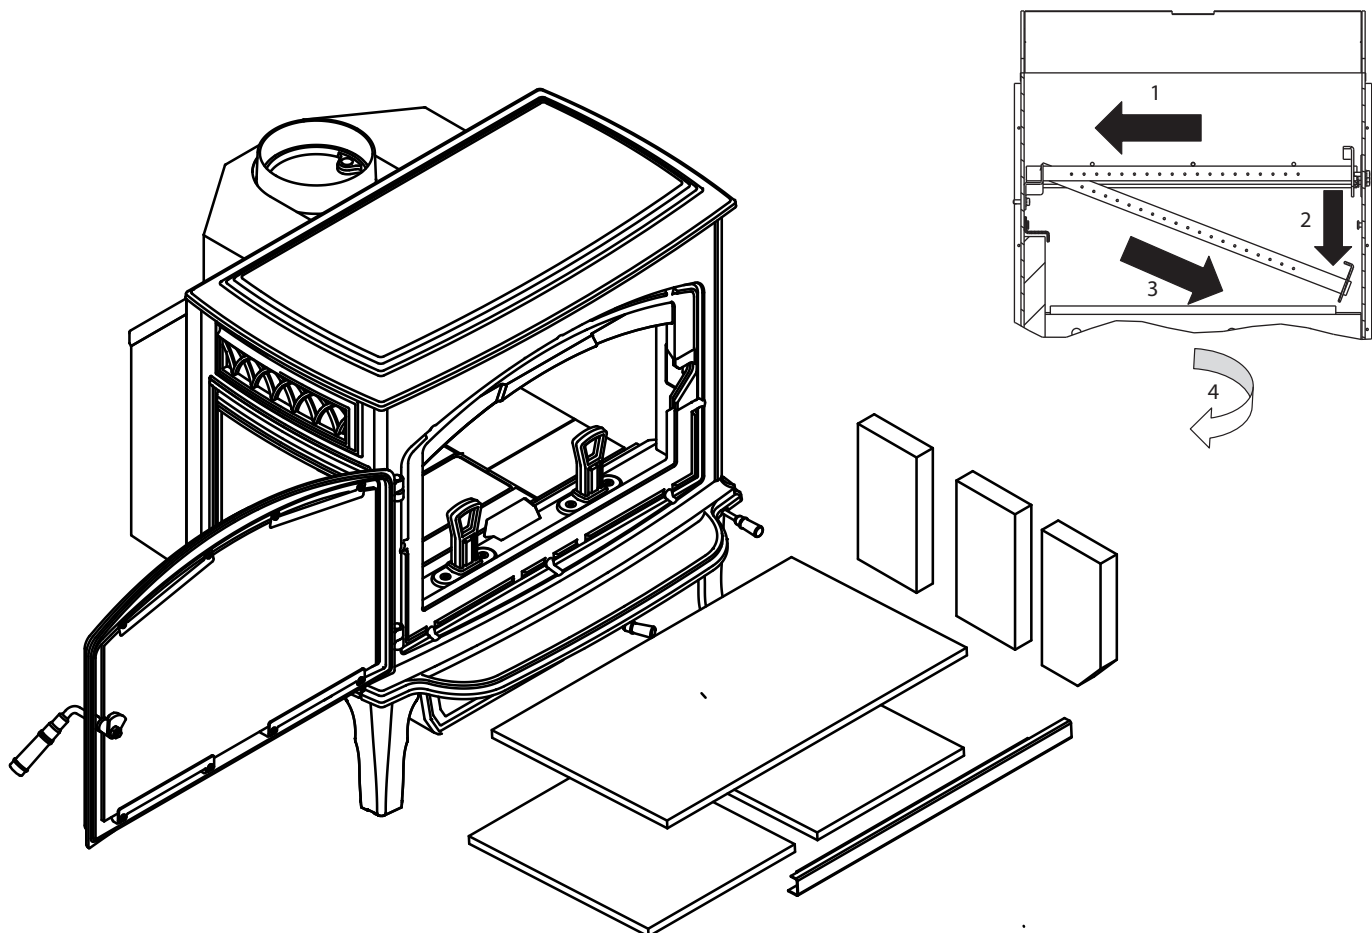

Figure 24.3
4. Glissez l'assemblage du canal de tube vers la gauche, jusqu'à ce qu'il soit à l'extérieur des fils. Laissez tomber le côté droit, puis reglissez l'assemblage vers la droite (**Figure 24.3**).